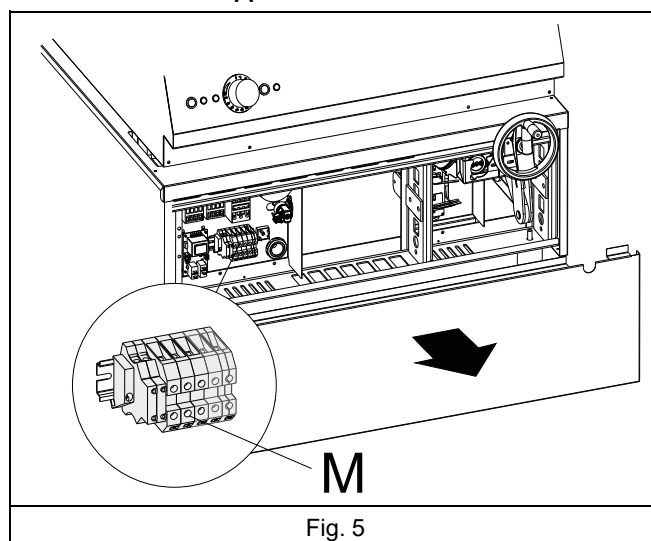

Fig. 5
2. Avlägsna apparatens frontpanel (se Fig. 5).